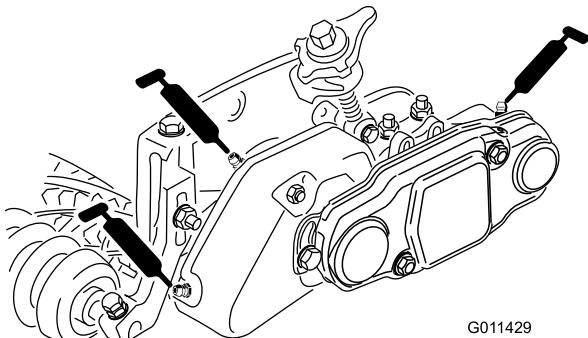

Figura 37
49. Llene el alojamiento del cojinete de cada molinete con grasa (Figura 37). El exceso de grasa saldrá entre las juntas interiores y los protectores.
50. Engrase cada uno de los cojinetes del acondicionador (2 o 3 aplicaciones como máximo) (Figura 37). No aplique demasiado grasa, porque un exceso de grasa podría causar un fallo de la junta. Limpie cualquier exceso de grasa.